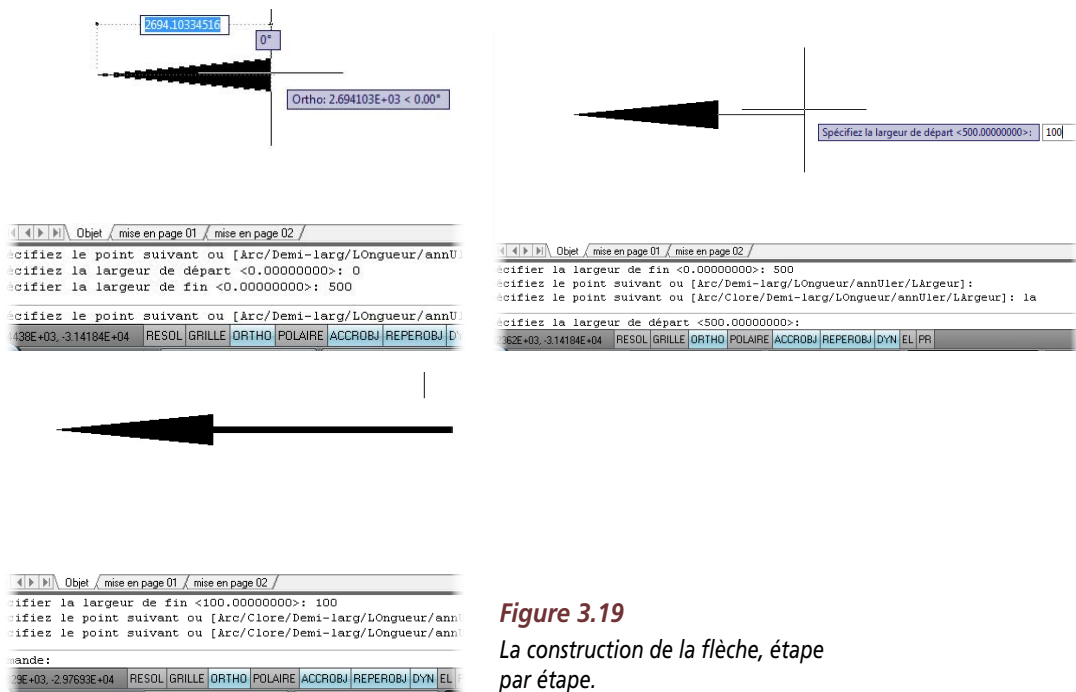

Figure 3.19
4. Spécifiez la valeur **500** pour le point d'arrivée (voir Figure 3.19).